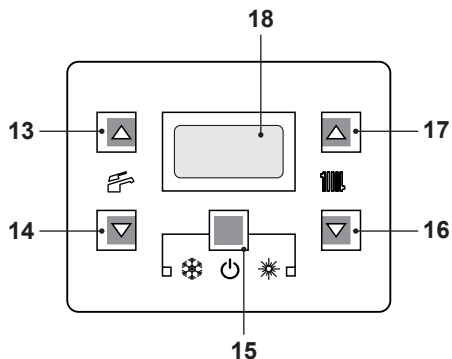
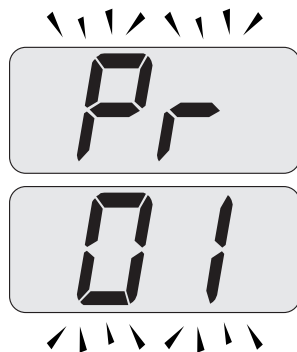

Figura 5.32
Figura 5.33
- Entrare in "modalità programmazione" premendo contemporaneamente per 10 secondi i tasti 15 - 16 - 17 (Figura 5.32) fino a far apparire sul display LCD le lettere **Pr** che si alternano con il codice **01**, indicanti l'entrata nel "parametro 01" (Figura 5.33).
- Premere contemporaneamente i tasti 15 e 17 (Figura 5.32) fino a far apparire sul display LCD il valore del parametro 17 (Figura 5.35).
- Premendo il tasto 15 (Figura 5.32) si ottiene la conferma del valore inserito.
- Premendo contemporaneamente i tasti 15 e 16 (Figura 5.32) si esce senza modificare il valore (ritorno alla lista parametri Figura 5.33).
- Premendo contemporaneamente per 10 secondi i tasti 15 - 16 - 17 (Figura 5.32) si esce dalla "modalità programmazione".